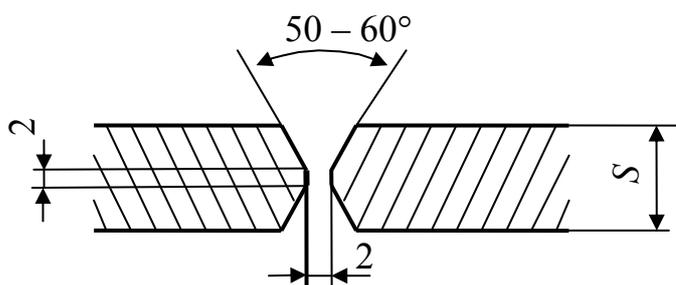

Рис. 57. Разделка кромок при толщине изделия 24–60 мм
– при толщине изделия от 24 до 60 мм рекомендуется X-образная разделка кромок (рис. 57).